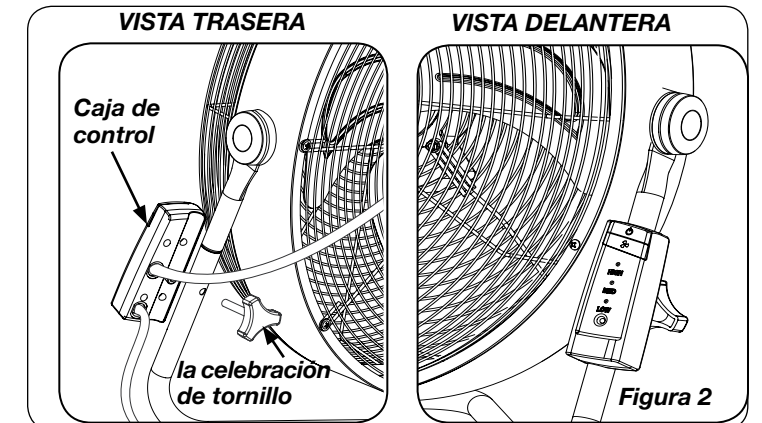

Figura 2
3. Remover el tornillo de sujeción de la parte trasera de la caja de control del ventilador. (Vea Figura 2)
5. Insertar el tornillo de sujeción de la parte trasera del ventilador a travez del orificio en la pata del pedestal tal como se muestra. (Figura 2)